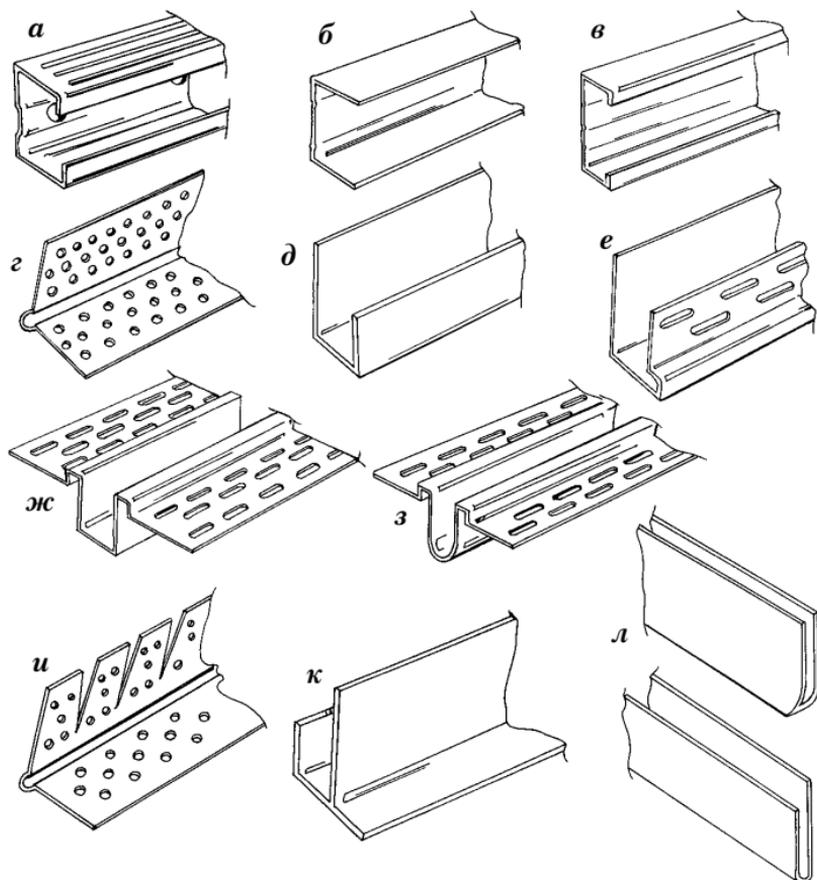

Рис. 1. Виды металлических профилей для гипсокартона:
Различают несколько видов профилей (рис. 1). Рассмотрим основные характеристики каждого из них.
1. Стоечный профиль (ПС – профиль стоечный, рис. 1, а) – продолговатое по форме металлическое изделие с П-образным (коробчатым) сечением и продольными желобками для придания большей прочности профилю. Такое изделие называют швеллером. Швеллеры используют в качестве вертикальных стоек металлического каркаса.
2. Направляющий профиль (ПН – профиль направляющий, рис. 1, б) по сечению идентичен стоечному профилю, но не содержит желобков на поверхности.
3. Потолочный профиль (ПП – профиль потолочный, рис. 1, в) также выпускают в форме швеллера, но на поверхности металла вдоль всего профиля выделяются 3 канавки. Этот профиль применяют для устройства подвесных потолков.
4. Угловой профиль (ПУ – профиль угловой, или L-профиль, рис. 1, г) имеет сечение в виде прямого угла и выполнен из перфорированной металлической ленты, согнутой под этим углом. Такой профиль нужен для отделки углов конструкций из гипсокартона для защиты их от деформаций и придания эстетичного вида. Угловые профили могут быть внутренними и внешними, отличаться по дополнительным функциям и возможностям (например, гибкий профиль для создания нестандартного
✓ **Л-профиль** (рис. 1, д) — профиль П-образного сечения, у которого одна полочка (или одна «ножка» буквы «П») меньше другой (стандартно 12,5 и 22 мм соответственно или 10 и 22 мм); этот профиль применяют для оформления кромки облицовки из гипсокартона, защиты ее от влаги;
✓ **Л-профиль скрытый** (рис. 1, е) отличается от обычного Л-профиля перфорированной боль-
✓ **профиль для рустов** (рис. 1, ж) необходим для создания аккуратных пазов (рустов) между листами гипсокартона; пазы могут быть глубиной 6 или 12 мм и различной ширины, они играют чисто декоративную роль;
✓ **профиль для кабеля** (рис. 1, з) имеет канавку округлого сечения и предназначен для устройства в гипсокартоне некоторых видов волоконно-оптического кабеля; для этого профиля выпускают также поворотные элементы с различными радиусами;
✓ **угловой профиль для арок** (рис. 1, и) представляет собой угловой профиль надрезами в перфорированной полочке по всей длине, что позволяет сгибать профиль; арочные угловые профили так же, как и прямые, имеют множество разновидностей, созданных для удобства отделки и придания помещению желаемого вида;
✓ **F-профиль** (рис. 1, к) предназначен для соединения листов гипсокартона;
✓ **финишный трим** (рис. 1, л) – профиль, применяемый для отделки концов другого профиля, а также для заделки щелей.